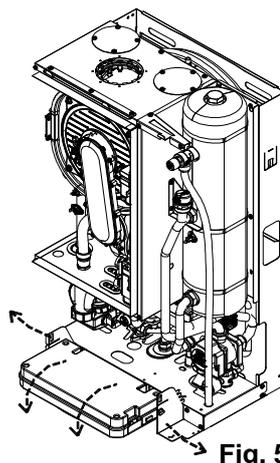

Fig. 5
- Saisir en même temps les équerres du panneau de commandes (Fig.5) et, en les écartant, baisser le panneau en le faisant tourner vers le bas